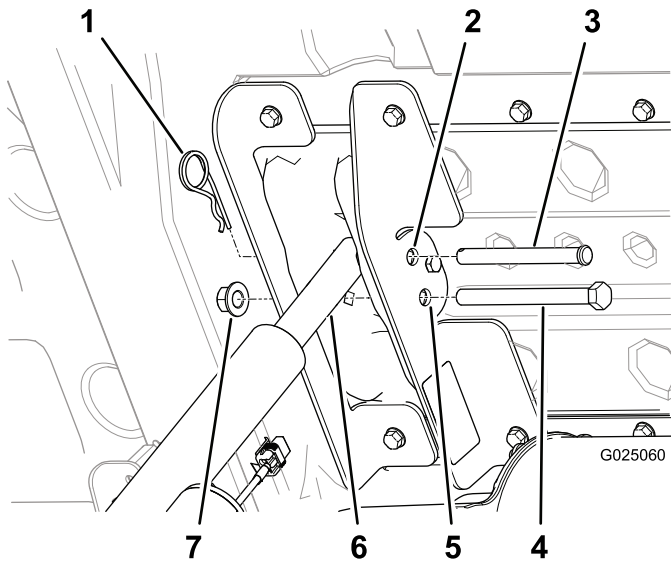

Figura 12
- Pulse la parte superior del interruptor de elevación de la plataforma para extender la varilla del actuador de elevación hasta que el taladro de la varilla esté alineado con los taladros de los soportes interior y exterior de la plataforma (Figura 12).
- Sujete la varilla del actuador del elevador entre los soportes de la plataforma con el pasador (3-1/2 pulgadas) y la chaveta (Figura 12).
- Inserte el perno de cabeza hexagonal (1/2 x 5-1/2 pulgadas) a través de los otros taladros de 13 mm de los soportes interior y exterior de la plataforma (Figura 12) y sujételo con una tuerca (1/2 pulgada) hasta que la tuerca con arandela prensada esté ajustada.